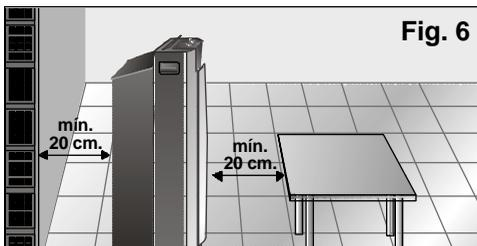

Fig. 6
- Per sicurezza, prima di collegare il vostro apparecchio è necessario che sia lontano almeno 20 cm da qualsiasi superficie vicina, **Fig. 6**.